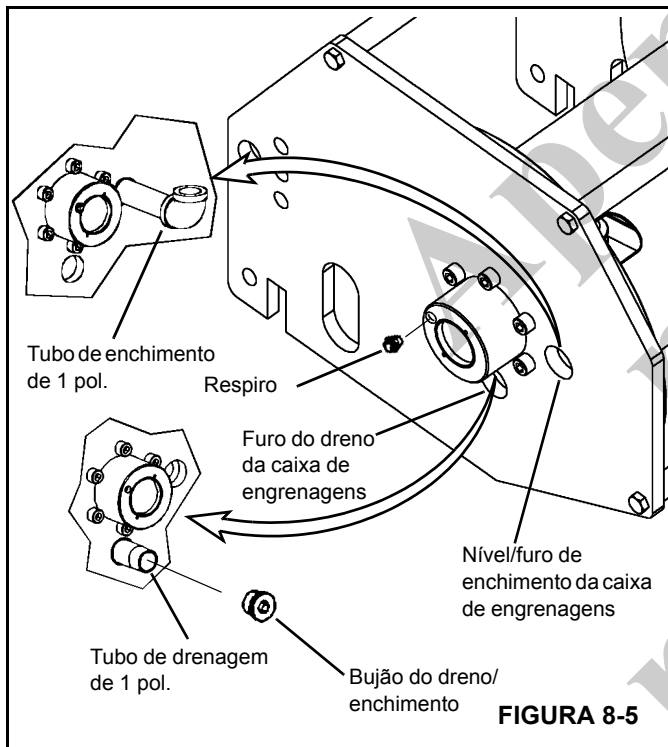

FIGURA 8-5
1. Gire o tambor até que o bujão do dreno/enchimento esteja nivelado com o furo de inspeção do nível/enchimento de óleo (Figura 8-5).
1. Gire o tambor até que o óleo/bujão de enchimento esteja nivelado com o Furo do dreno (Figura 8-5).